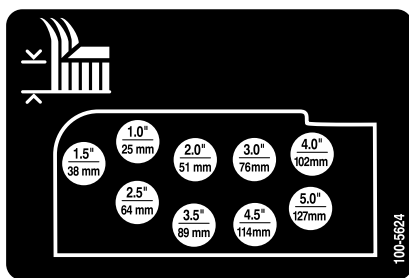

Figure 19
6. Montez les chaînes de hauteur de coupe dans le trou correspondant à la hauteur de coupe voulue (Figure 19) à l'aide de l'axe de chape et de la goupille fendue.